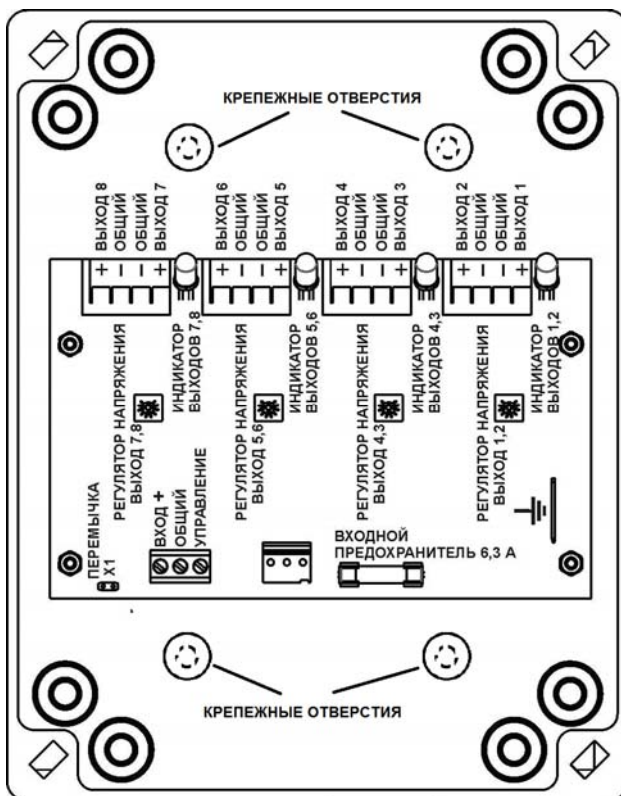

Рис.1 Элементы коммутации, индикации, управления и защиты PN-V.8 исп.5
На плате управления расположены (рис.1):
Для увеличения выходного напряжения необходимо повернуть регулятор напряжения против часовой стрелке (см. рис.1), при этом индикаторы выходов непрерывным свечением показывают наличие выходного напряжения для каждой пары выходов. При перегрузке по току (или КЗ) любого выхода преобразователь отключает соответствующую пару выходов, при этом остальные выходы продолжают обеспечивать питание нагрузки. Индикатор отключенной пары
Для внешнего включения/выключения нагрузок используются контакты «УПРАВЛЕНИЕ» и «ОБЩИЙ» входной колодки. При замкнутых контактах нагрузки включены, при разомкнутых контактах нагрузки выключены - индикаторы не светятся. Для непрерывной работы преобразователя необходимо замкнуть перемычку X1, включенную параллельно контактам «УПРАВЛЕНИЕ» и «ОБЩИЙ.» входной колодки. Заводская установка – контакты замкнуты перемычкой X1 (см. рис. 1).
- подключить провода от нагрузок к выходным колодкам с учетом полярности, приведенной на рис. 1;
- подключить провода от источника питания к входной колодке преобразователя с учетом полярности указанной на рис. 1;